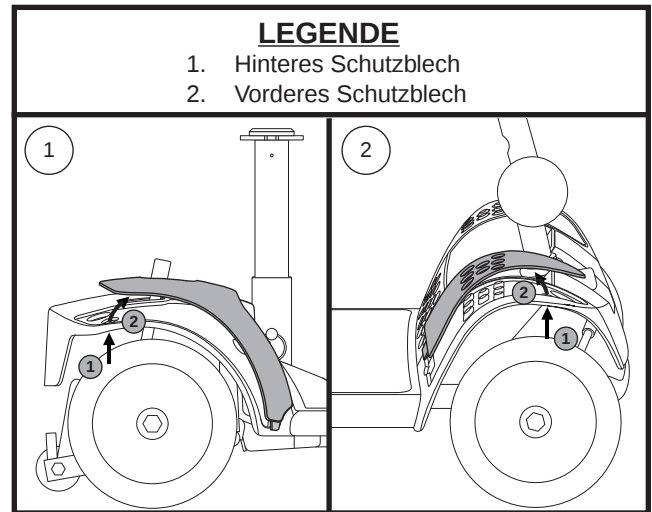

Abb. 15. Schutzblech
2. Drücken Sie durch diese Löcher, um das jeweilige Teil von dem Elektromobil zu lösen. **Siehe Abb. 15.**
HINWEIS: Überzeugen Sie sich beim Einbau des vorderen Schutzbleches davon, dass die Lasche am unteren Ende der Blende in die entsprechende Öffnung passt, bevor Sie die Blende eindrücken und sichern. **Siehe Abb. 15.**